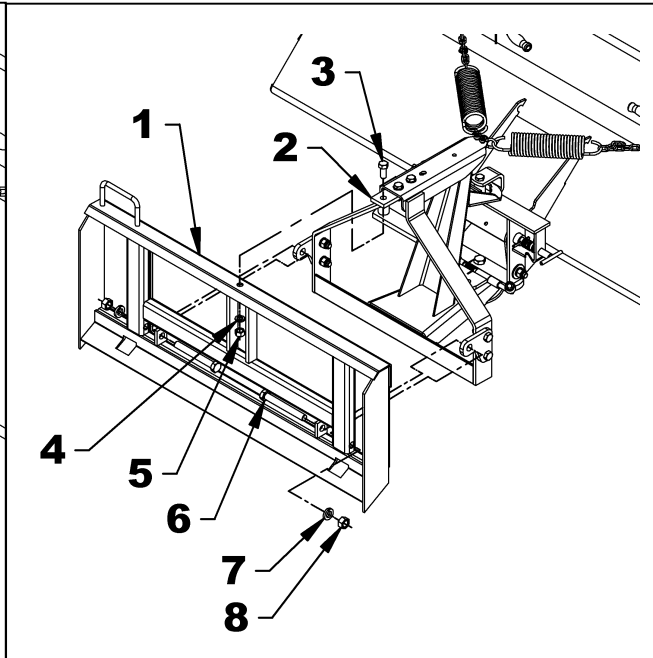

Figure 8C
3. **Figure 8C ou 10C:** Fixer la section inférieure de l'arrière du balai (item 2) à l'attache (item 1) à l'aide des 2 boulons hex. 3/4"NC x 6" lg. (item 6), rondelles de blocage 3/4" (item 7) et écrous hex. 3/4"NC (item 8).
**NOTE :** les items 1, 6, 7, et 8 sont inclus avec l'ensemble de l'attache universelle #8153.
4. **Figure 8C ou 10C:** Fixer la section supérieure de l'arrière du balai (item 2) à l'attache (item 1) à l'aide du boulon hex. 5/8"NC x 1 1/2" lg. (item 3), de la rondelle de blocage 5/8" (item 4) et de l'écrou hex. 5/8"NC (item 5).
**NOTE :** les items 1, 3, 4 et 5 sont inclus avec l'ensemble de l'attache universelle #8153.